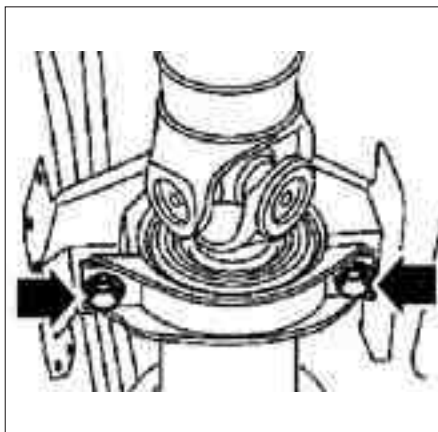

FIG. 2
- Aflojar las fijaciones del apoyo intermedio (fig. 2).
- Desmontar los tornillos de fijación del apoyo intermedio (fig. 2).